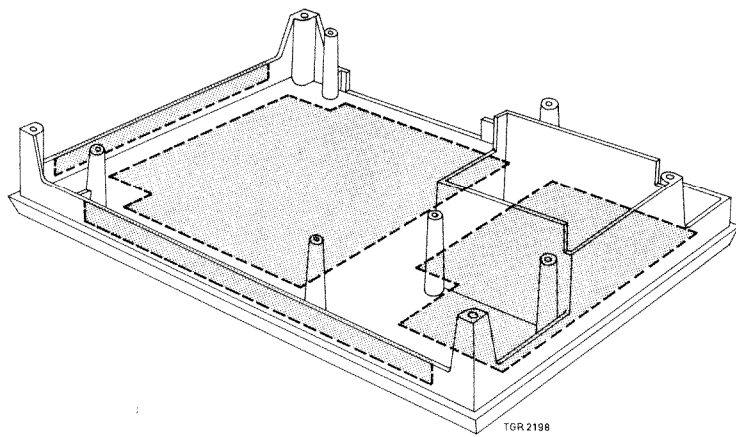

Fig. 3
- Verwijder de bovenste kasthelft pos. 220.
- Verwijder het houten raam pos. 221.
- Draai de 4 schroeven pos. 106, 140, 151 en 177 los.
P.S. Wanneer men het apparaat in uitgekaste toestand wil laten spelen (dit is vaak nodig om het defect op te sporen) moet het chassis met voedingseenheid en eindtrap in een reparatiemaal geplaatst worden. Deze mal is gemakkelijk te maken door bev. uit een bodem pos. 222 (4822 443 50143) grote delen te verwijderen (zie fig. 3).
Fig. 3 a